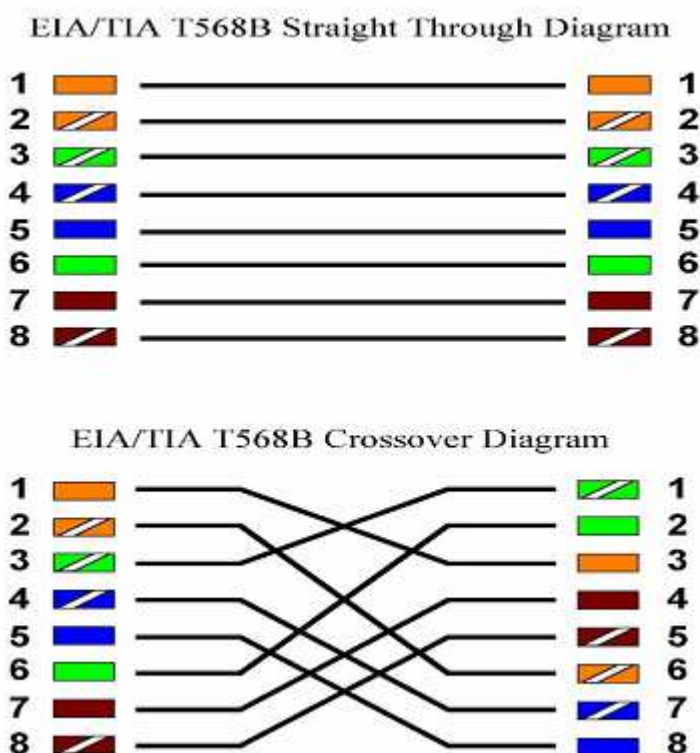

Figura 4. Esquemas Cables de red (Recto y Cruzado)
- a) Si se conecta el SDR a la red mediante router, hub o switch, debe utilizar un cable recto (Ver Figura.4)
- b) Si conecta el SDR directamente al PC, debe utilizar un cable cruzado (ver Figura.4)